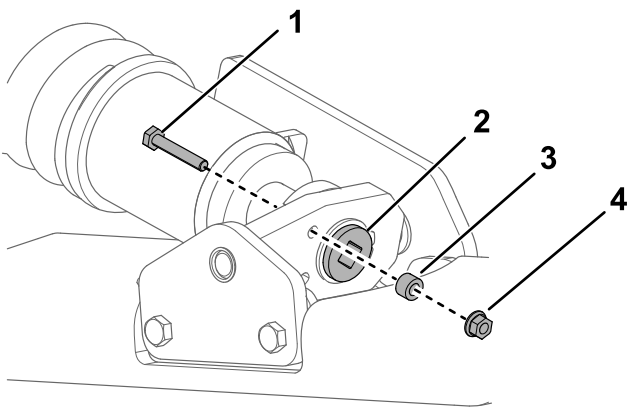
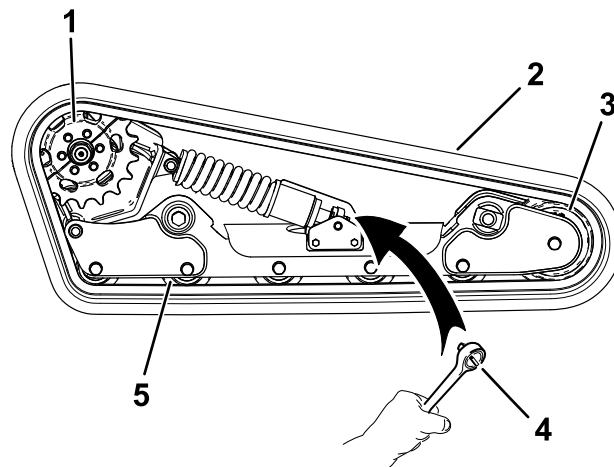

Bild 57
Bild 61
4. Entfernen Sie die Befestigungsschraube, Distanzstück und Mutter (Bild 57).
- Fluchten Sie die am nächsten liegende Kerbe in der Spannschraube mit dem Loch der Befestigungsschraube aus und befestigen Sie die Schraube mit der Befestigungsschraube und Mutter (Bild 57).
- Entfernen Sie die Befestigungsschraube, Distanzstück und Mutter (Bild 57).
- Lösen Sie die Antriebsspannung mit einer Ratsche (1/2"), indem Sie die Spannschraube nach rechts drehen (Bild 57 und Bild 61).
- Entfernen Sie die drei Schrauben, die die Kettenradhälfte sichern, die nicht in die Kette eingreift (Bild 61).
14. Wickeln Sie die neue Kette um das Vorderrad, dann um die Antriebsnabe an der Seite ohne Kettenrad (**Bild 61**).
15. Schieben Sie die Kette unter und zwischen die Straßenräder und wickeln Sie diese um den Rahmen (**Bild 61**).